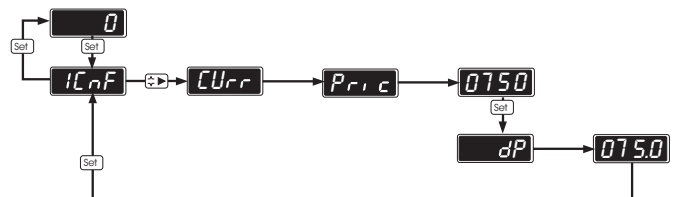

Figura 2
- 2) Finalmente seleccionaremos la posición del punto decimal, en este caso, haremos que ocupe la posición entre las unidades y las decenas, consiguiendo así una indicación de 75.0.(Figura 2)